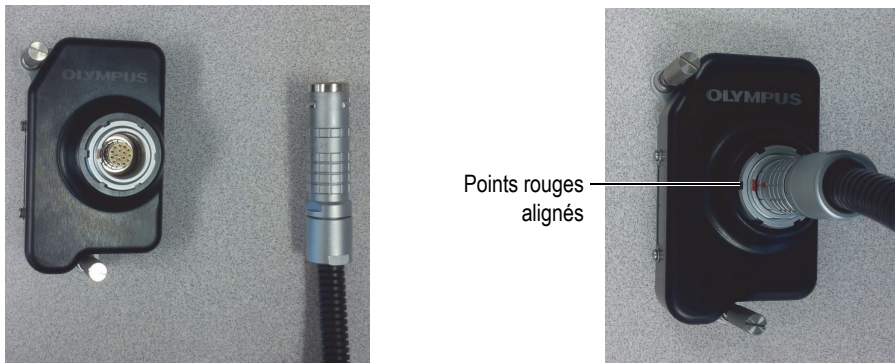

Figure 2-10 Connexion du câble sur l'adaptateur
5. Connectez l'autre extrémité du câble sur l'adaptateur, en alignant bien les points rouges (voir la Figure 2-10 à la page 35).